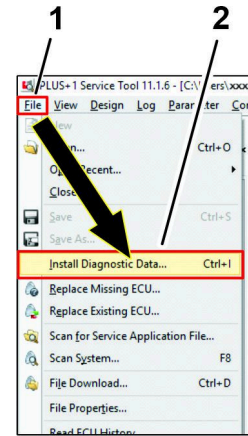

Bild 47
1. Klicken Sie auf das Symbol DATEI, und klicken Sie in der Dropdown-Liste auf DIAGNOSEDATEN INSTALLIEREN . . . Symbol (Bild 47).